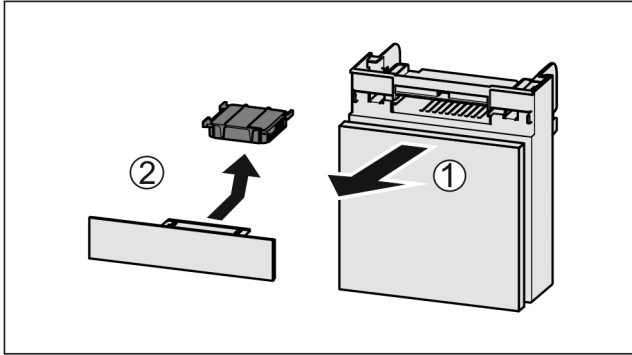

Fig. 43
- ▶ Потягніть Fig. 43 (1) відділення вперед.
- ▶ Витягнути Fig. 43 (2) фільтр з активованого вугілля.